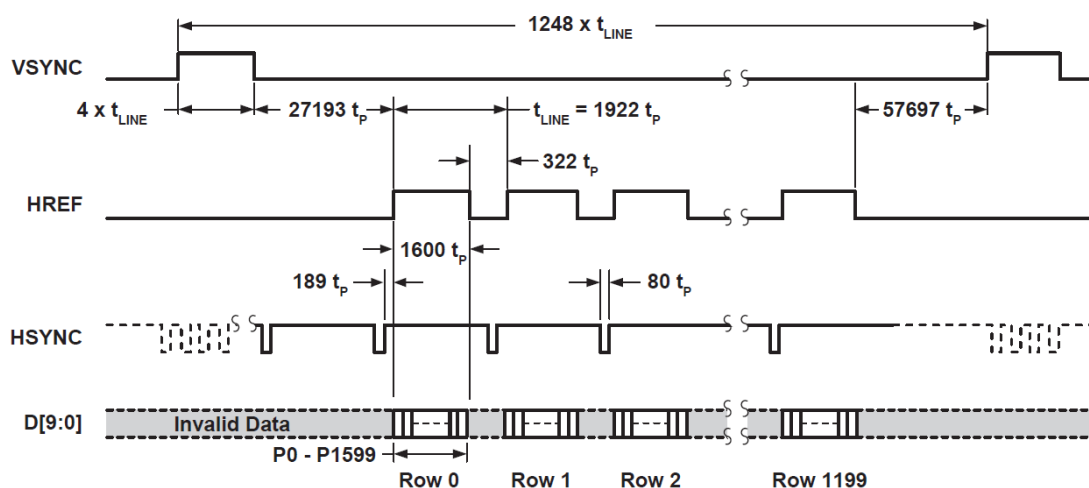

图 2.4.1 UXGA 帧时序图
2.3 节，我们介绍了行像素输出时序，一帧图像数据，实际上就是由 N 个行像素输出时序组成的。这里我们以 UXGA 的帧时序为例进行介绍，UXGA 的帧时序如图 2.4.1 所示：